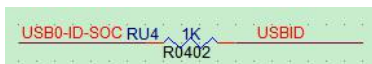

图 2-30 USB-ID 串接电阻
- 建议保留 ID 信号线上的串联电阻，避免在插入 USB 设备时产生信号下冲，影响信号质量，同时提升 IO 口的 ESD 性能。如图 2-30。